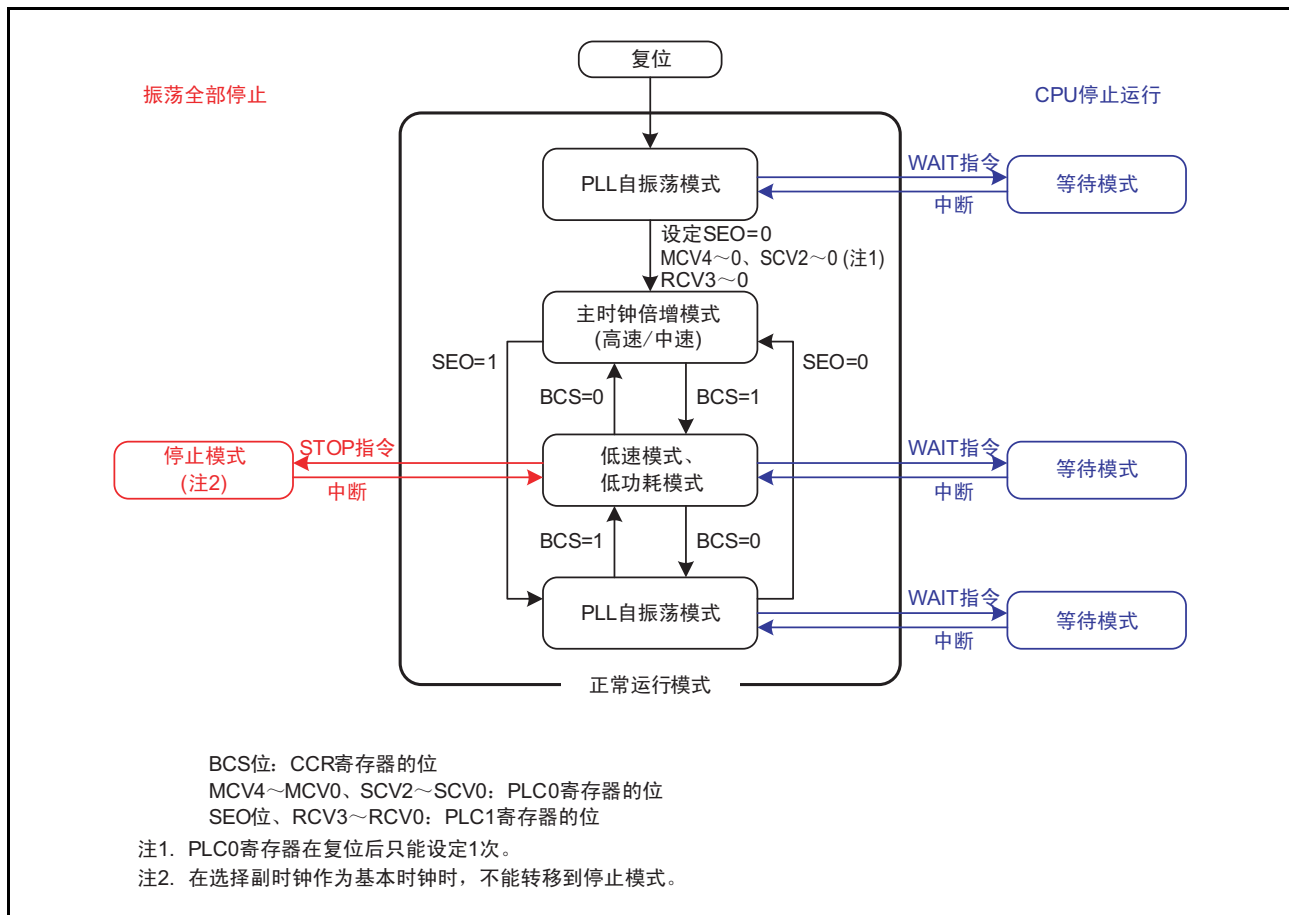
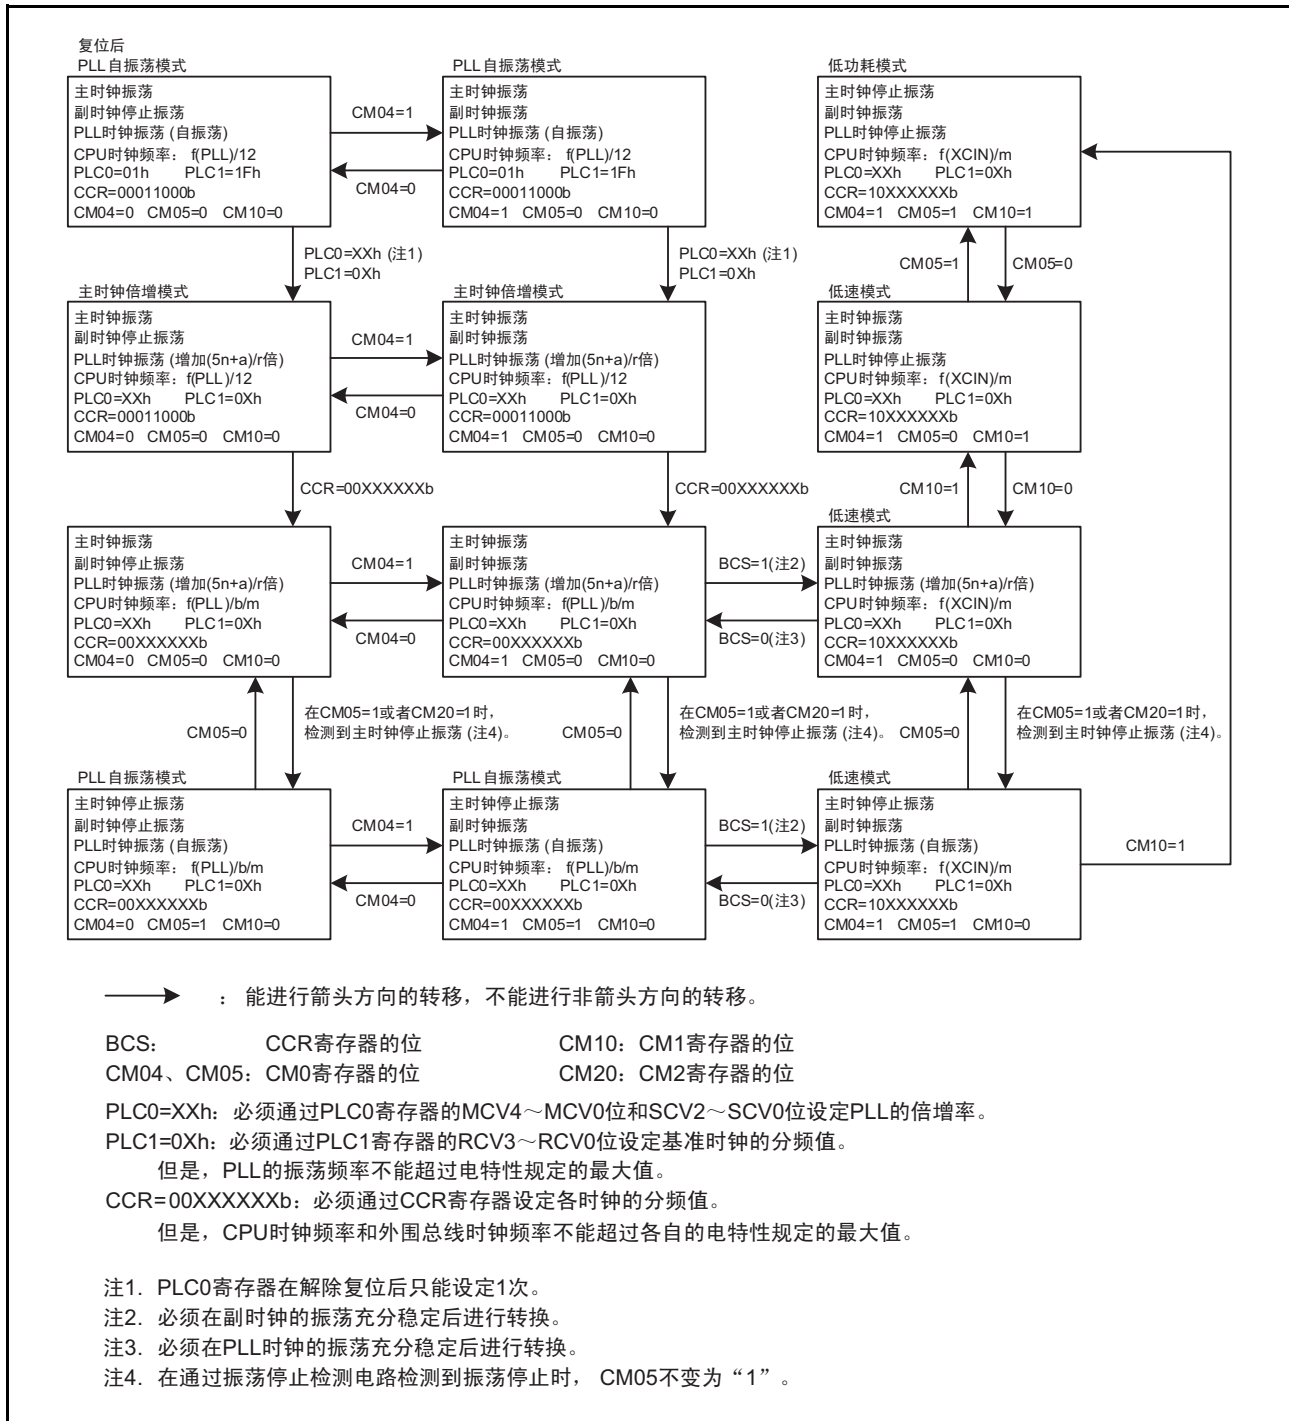
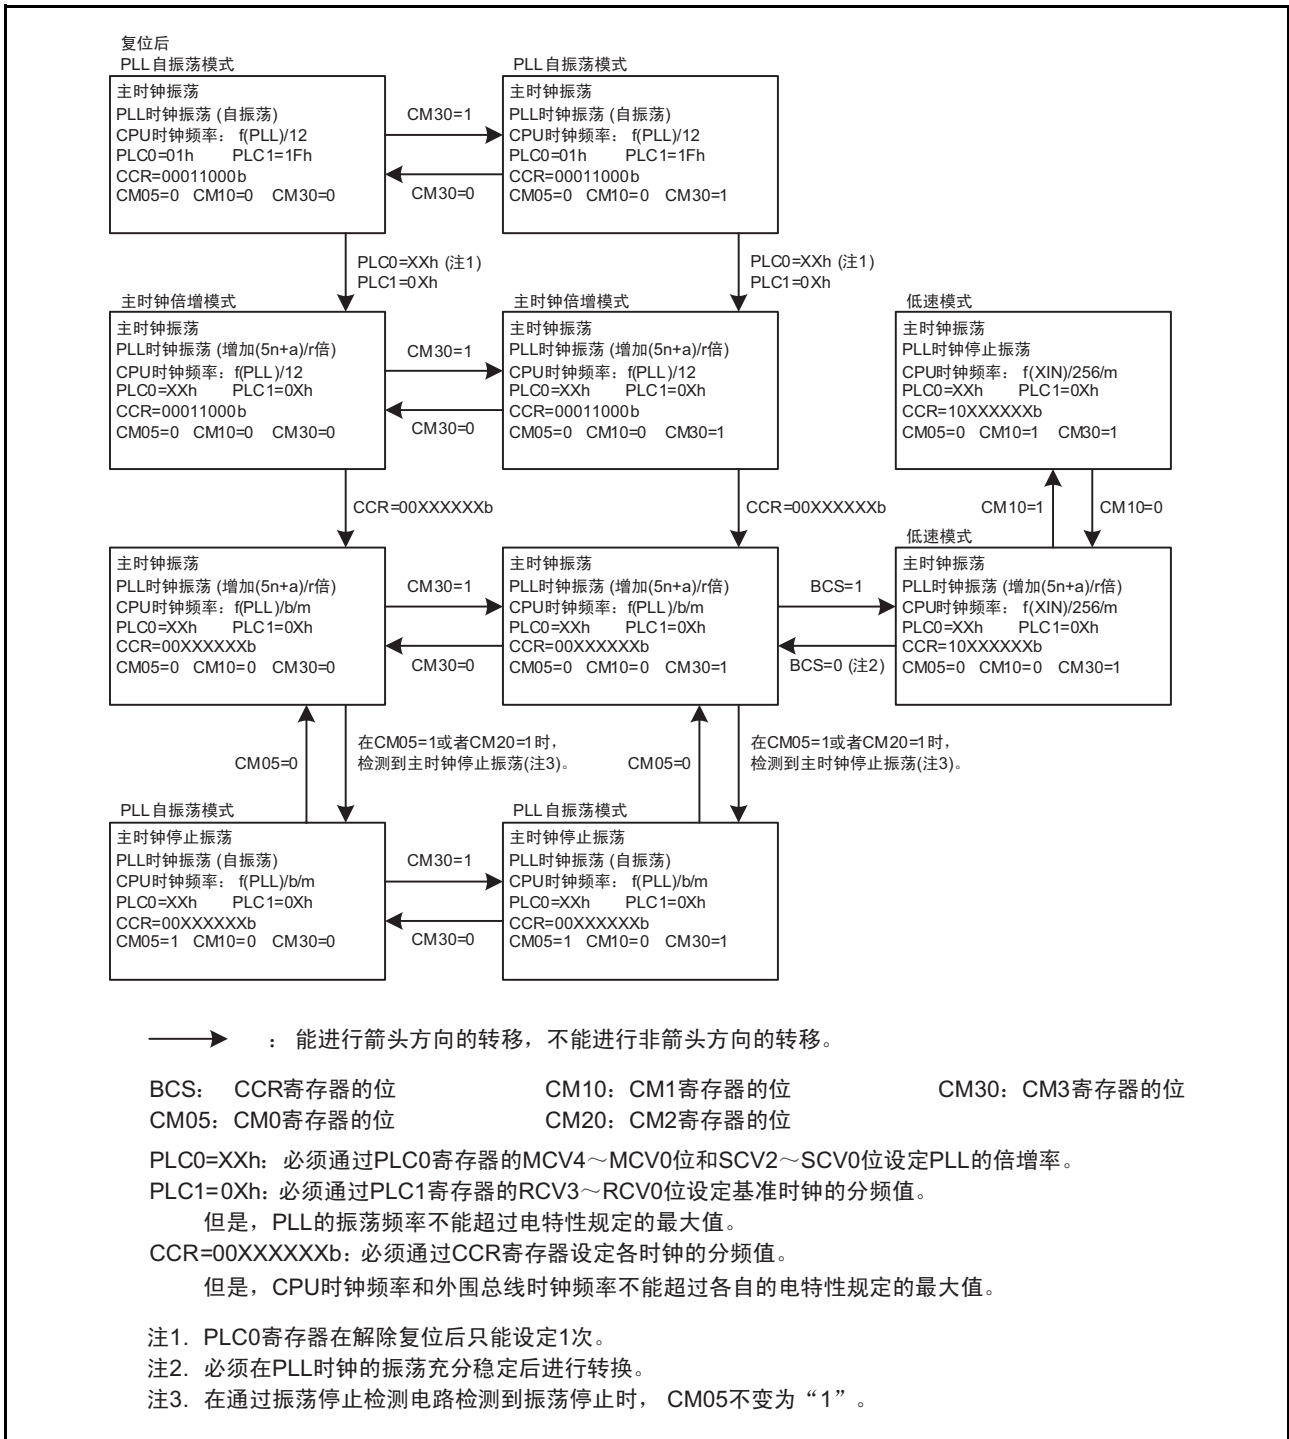
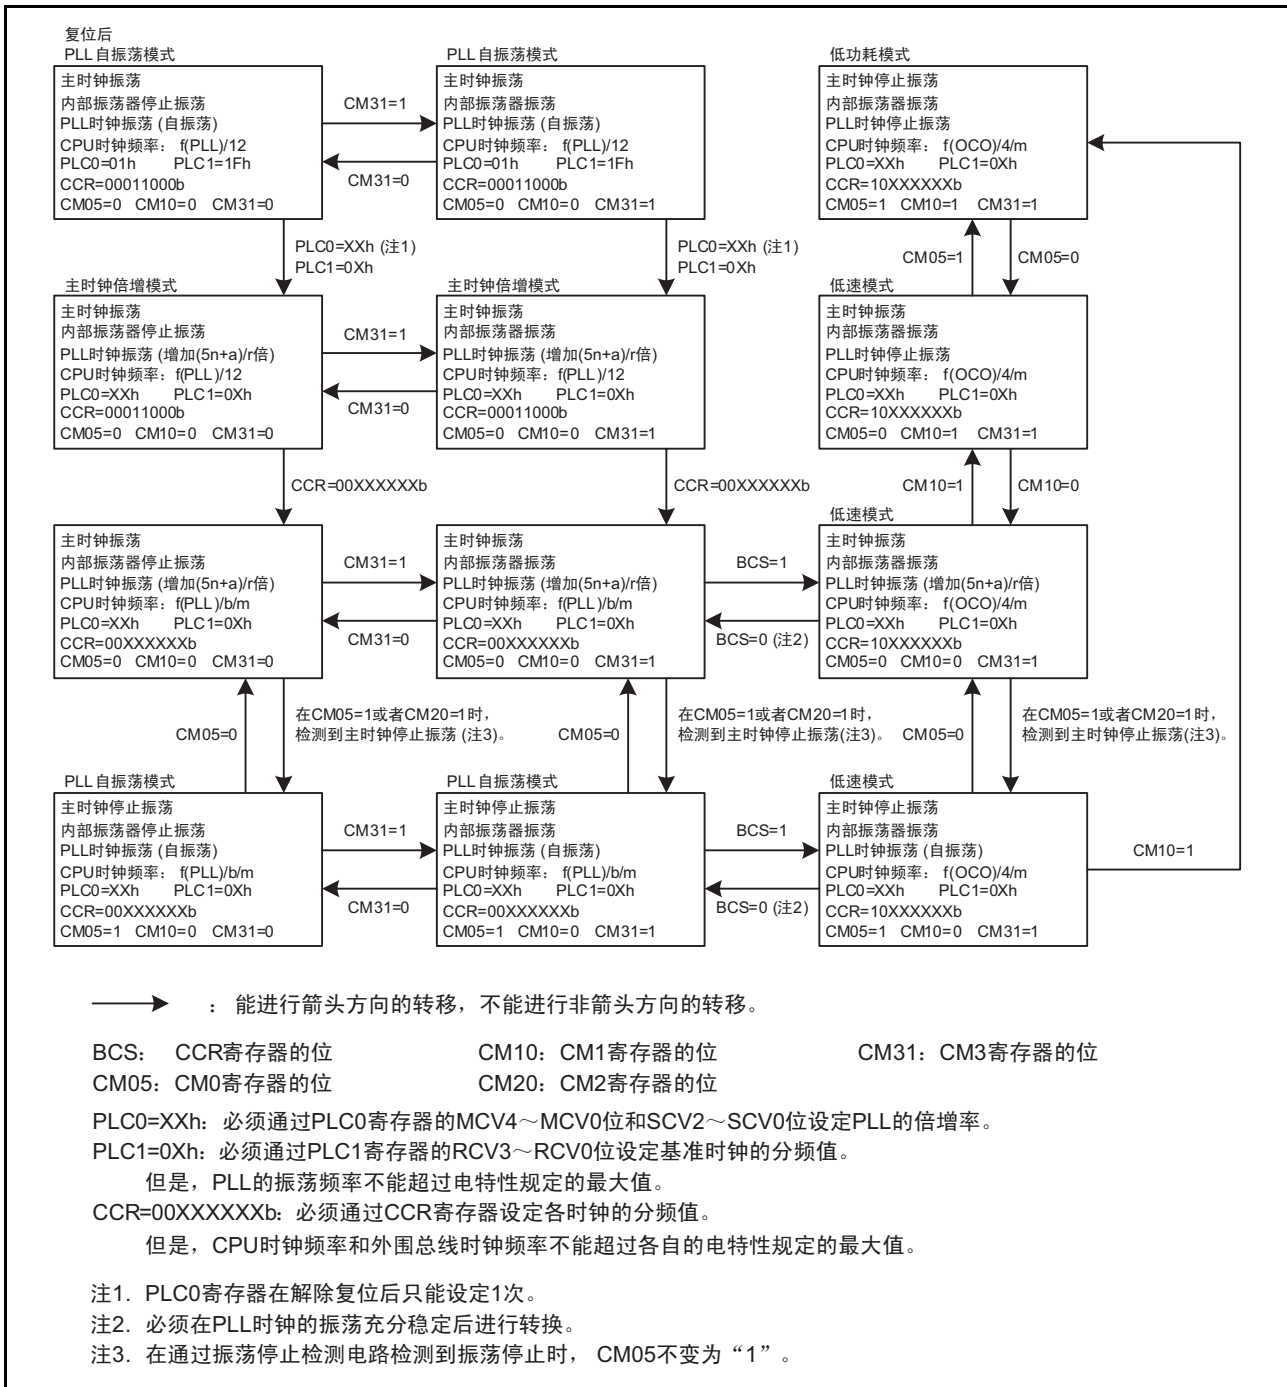

图 8.16 等待模式和停止模式的状态转移图
图 8.17 状态转移图 (使用副时钟)
图 8.18 状态转移图 (使用主时钟的 256 分频时钟)
图 8.19 状态转移图 (使用内部振荡器)
- CM23 位为“1”（主时钟停止振荡）（参照“图 8.17 状态转移图（使用副时钟）”）。
在此章节中，将等待模式、停止模式以外的状态称为正常运行模式。等待模式和停止模式的状态转移图、使用副时钟时的状态转移图、使用主时钟的 256 分频时钟时的状态转移图、使用内部振荡器时的状态转移图分别如图 8.16、图 8.17、图 8.18 和图 8.19 所示。